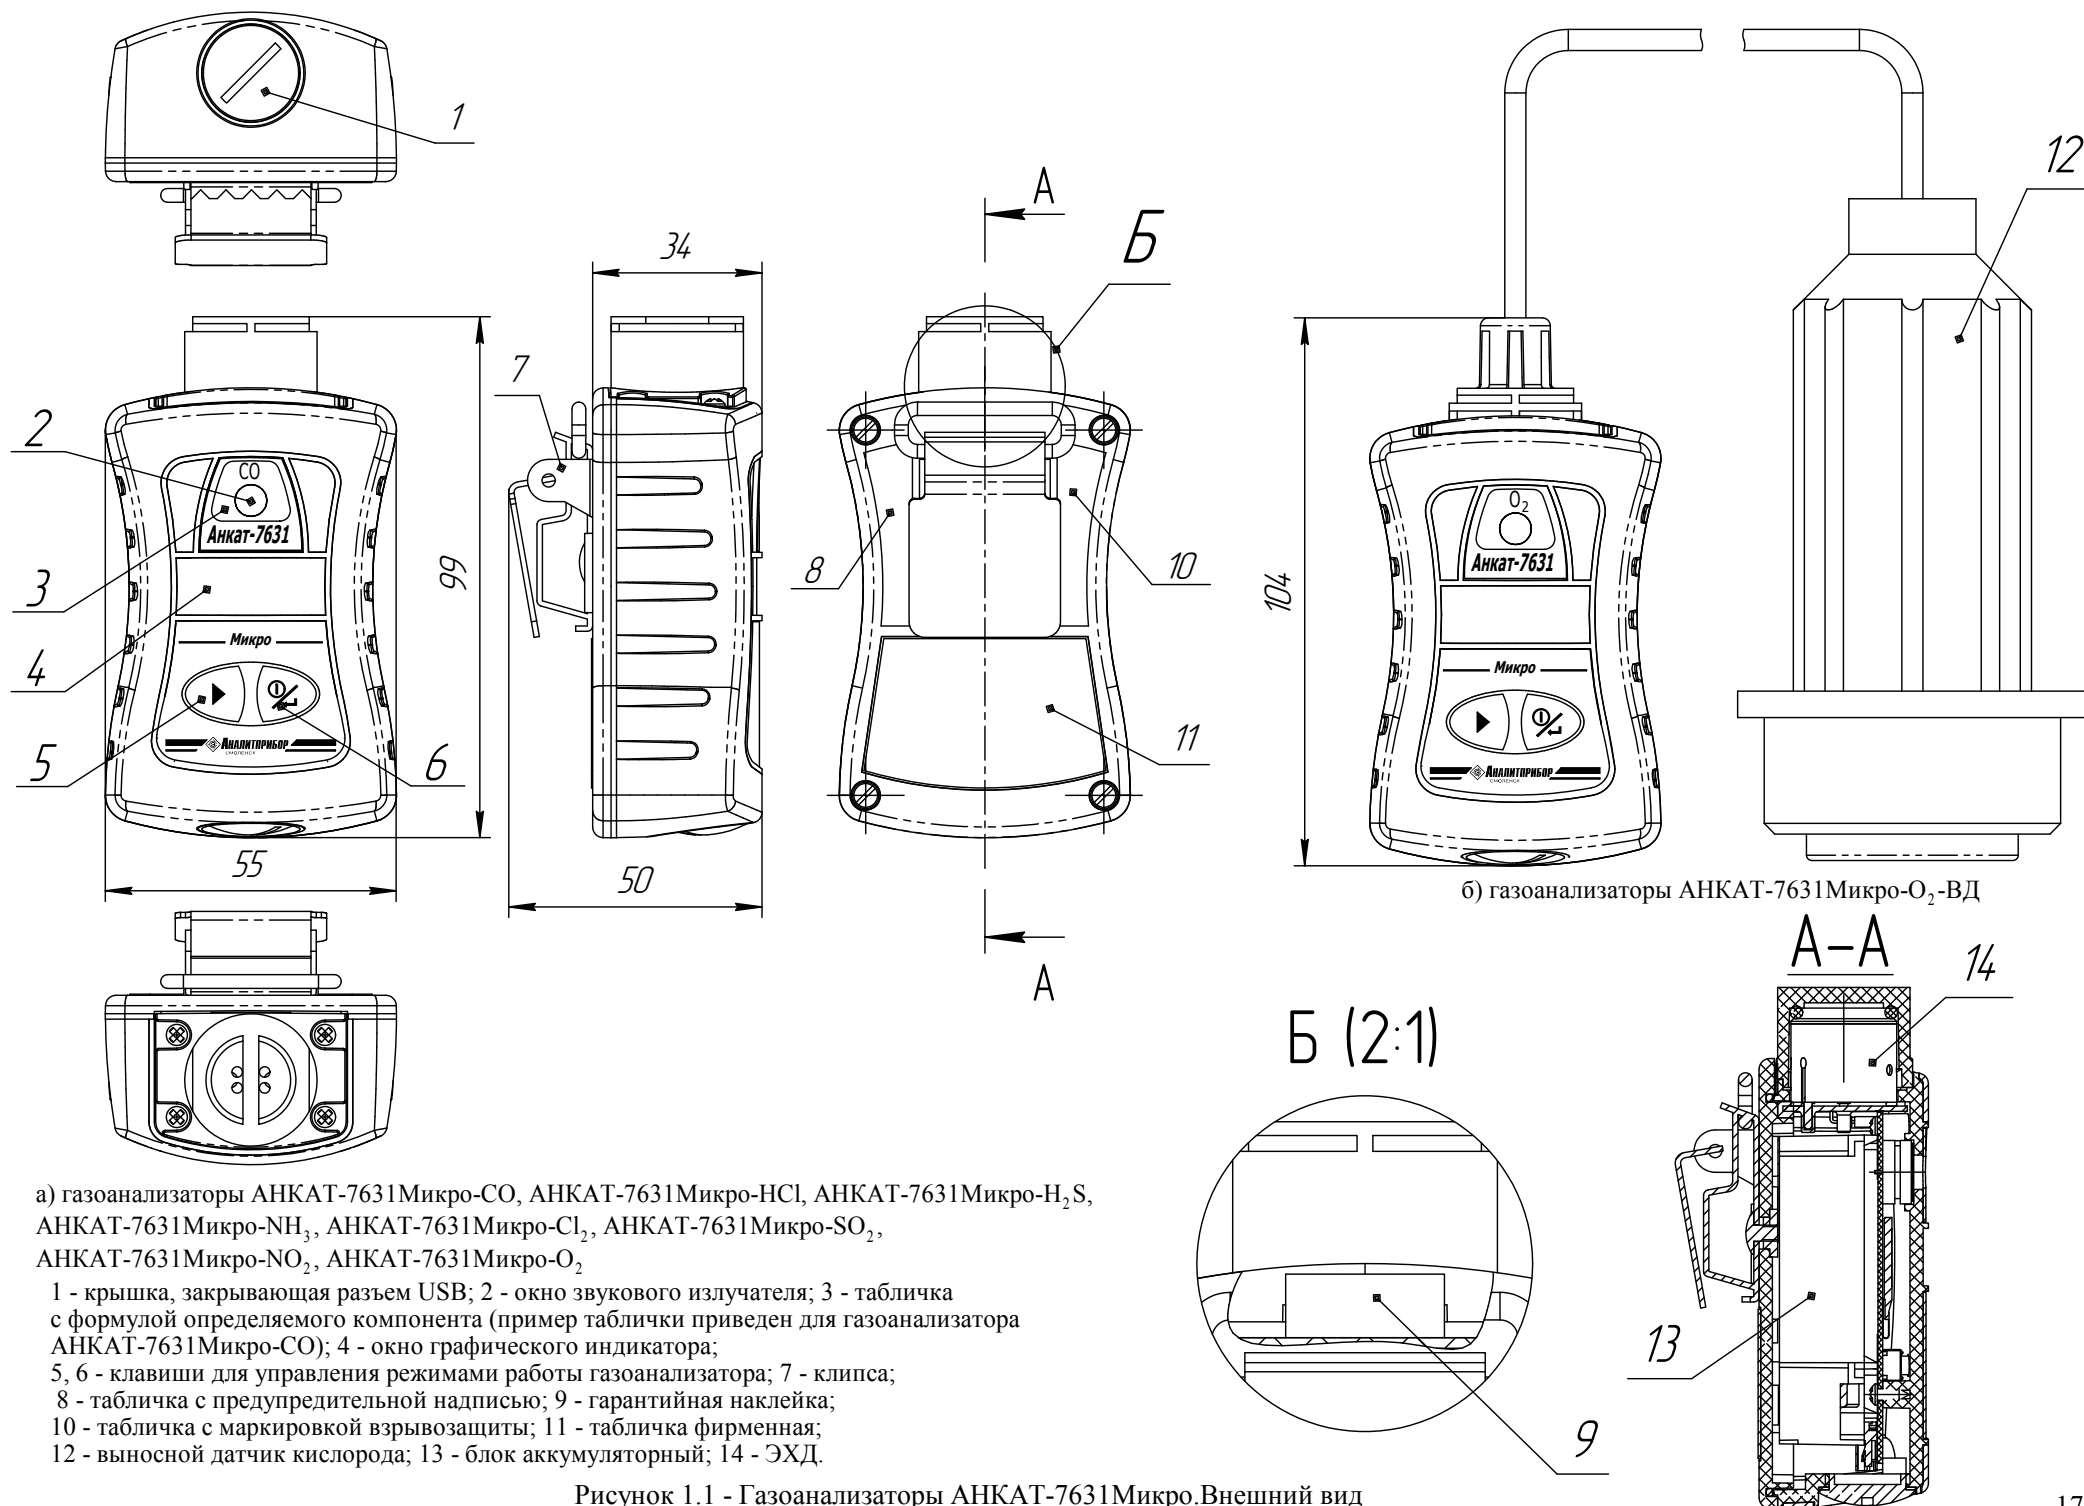

Рисунок 1.1 - Газоанализаторы АНКАТ-7631Микро. Внешний вид
2.2.4 В случае необходимости использования газоанализаторов без клипсы (7) (см. рисунок 1.1) допускается снять ее, открутив винт, крепящий клипсу к корпусу.